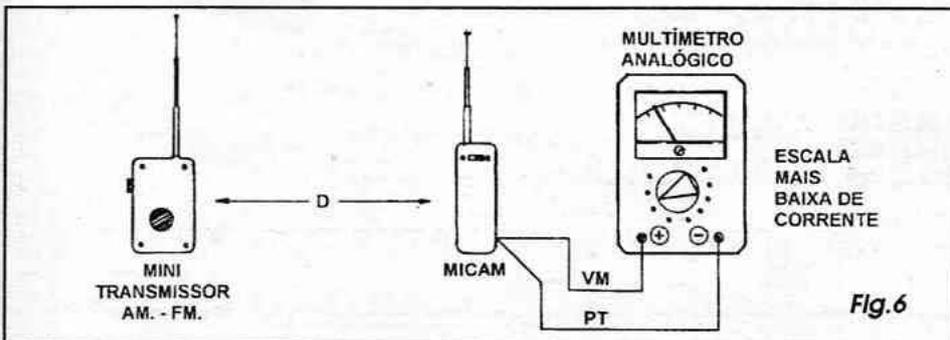

Fig.6
- FIG. 6 - CALIBRANDO E USANDO O MICAM...
Na verdade, devido às características dos diodos de germânio indicados, mesmo que a portadora de RF esteja *nua*, sem modulação, haverá suficiente geração de um diferencial de tensão entre os terminais do tal diodo, para *reconhecimento*, amplificação e indicação através da ótima sensibilidade e alto ganho do integrado CA3140... Talvez torne-se necessária uma maior aproximação do MICAM com relação ao transmissor (redução da distância **D** - ver FIG. 6...) para que uma indicação consistente ocorra, mas de qualquer